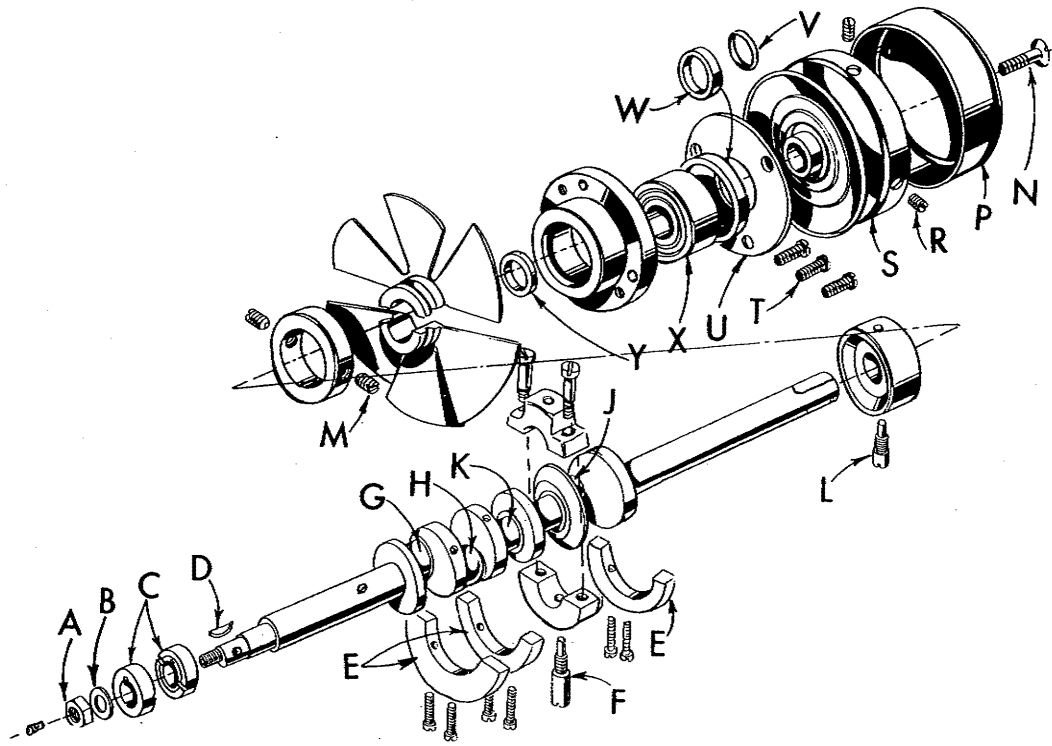

Fig. 13
3. Remove feed eccentric nut (A, Fig. 13) and washer (B), and, with the aid of the eccentric extractor, slip off the eccentrics (C).
4. Remove key (D).
5. Remove the three counterweights (E). Identify these counterweights so that they will be re-assembled in the proper places.
6. Remove screw (F) which holds crankshaft split bearing. This screw is accessible through bottom of bed casting.
3. Entfernen Sie die Mutter (A, Fig. 13), sowie die Unterslagscheibe (B) und ziehen Sie die Exzenter (C) mit Hilfe des Exzenter-Abstreifhakens von der Achse ab.
4. Entfernen Sie den Keil (D).
5. Entfernen Sie die drei Gegengewichte (E). Diese müssen aber genau gekennzeichnet werden, damit sie beim Wiedereinbau unbedingt an den richtigen Platz kommen.
6. Entfernen Sie die Schraube (F), mit der das geteilte Kurbelwellenlager gehalten wird. Sie ist durch den Gehäuseboden hindurch erreichbar.
8. Remove screw (L, Fig. 13) which holds inner right crankshaft bearing. This screw is accessible through bottom of bed casting.
9. Loosen two screws (M) in fan collar; remove both halves of cooling fan.
10. Remove screw (N); take off pulley cap (P).
11. Loosen two screws (R); remove pulley (S).
12. Remove three screws (T); take off bearing retaining plate (U); also, spacer collars (V) and (W) may be removed at this time.
14. If necessary to replace ball bearing (X), it can be pressed off shaft on an arbor press. In replacing bearing it must be pressed on carefully until it seats against ground thrust washer (Y).
8. Entfernen Sie die Schraube (L, Fig. 13), mit der das rechte innere Kurbelwellenlager befestigt ist und die ebenfalls durch den Gehäuseboden zugänglich ist.
9. Lösen Sie die beiden Schrauben (M) im Ventilator-Stellring und entfernen Sie die beiden Hälften des Ventilator-Flügels.
10. Entfernen Sie die Schraube (N); nehmen Sie den Handraddeckel (P) ab.
11. Lösen Sie die beiden Schrauben (R); entfernen Sie das Handrad (S).
12. Jetzt müssen die drei Schrauben (T) entfernt werden. Nehmen Sie dann den Kugellagerdeckel (U) ab und ausserdem die Distanzringe (V) und (W).
14. Falls es sich als notwendig erweist, das Kugellager (X) auszuwechseln, so sollte dieses mit Hilfe einer Spindelpresse oder einer Kugellagerabzieh-Vorrichtung aus dem Kugellagerflansch herausgezogen werden, um eine Beschädigung des letzteren zu vermeiden. Das neue Kugellager ist sorgfältig hineinzupressen, bis es einwandfrei sitzt.